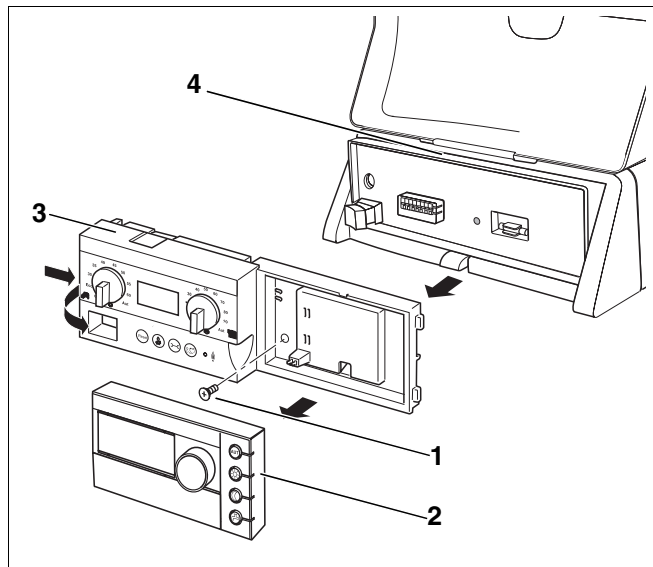

Рис. 3 Демонтаж RC30/BC10 (принципиальная схема)
- Снять пульт управления RC30 (рис. 3, **поз. 2**) и открутить фиксирующий винт (рис. 3, **поз. 1**, если имеется).
- Нажать на фиксирующие язычки на главном регуляторе BC10 и снять его с корпуса по направлению стрелки (рис. 3).